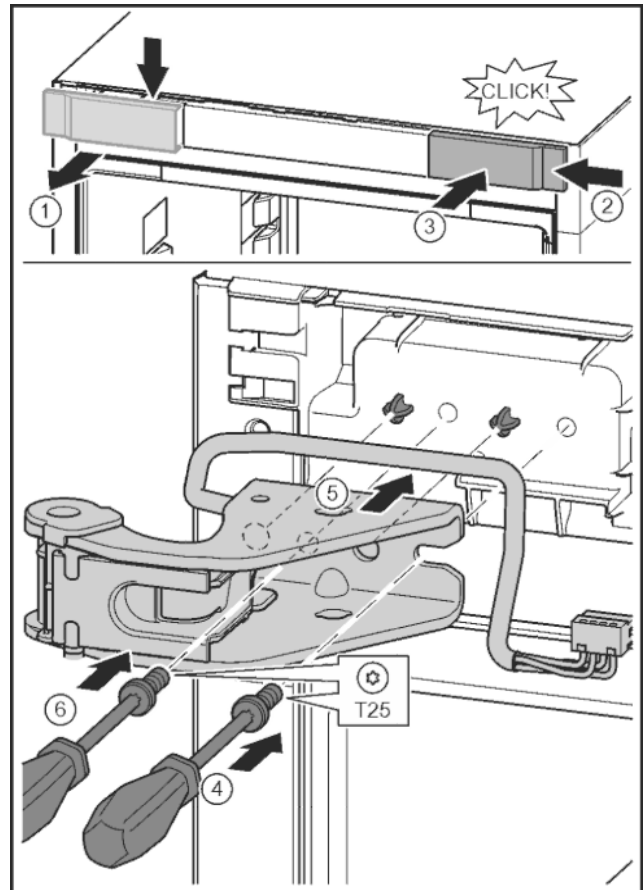

Fig. 25
- ▶ Отпустить крышку и снять скобу. Fig. 25 (1)
- ▶ Навесить крышку, повернув ее на 180°, справа с другой стороны. Fig. 25 (2)
- ▶ Крышку зафиксировать. Fig. 25 (3)
- ▶ Установить винт отверткой T25. Fig. 25 (4)
- ▶ Установить верхний опорный кронштейн. Fig. 25 (5)
- ▶ Затянуть винт. Fig. 25 (4)
- ▶ Вставить и затянуть винт отверткой T25. Fig. 25 (6)